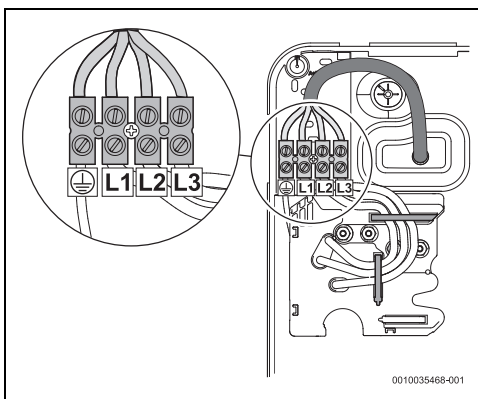

Fig. 43 Raccord supérieur
- Raccordement supérieur (fig. 43)